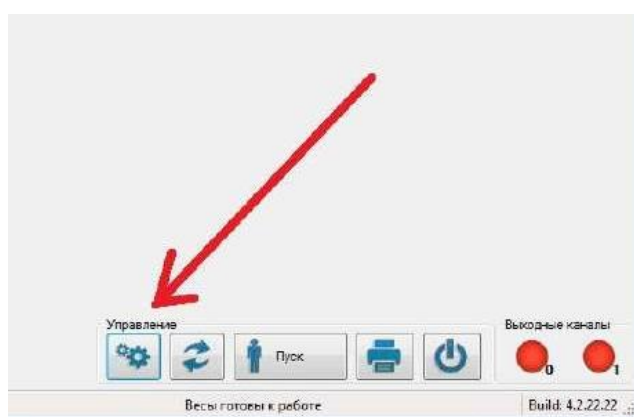

Рисунок 1.1 Кнопка <УПРАВЛЕНИЕ>
- 2.2. В правом нижнем углу основного окна программы, представленного на Рис. 1.1, нажмите на кнопку <УПРАВЛЕНИЕ>;